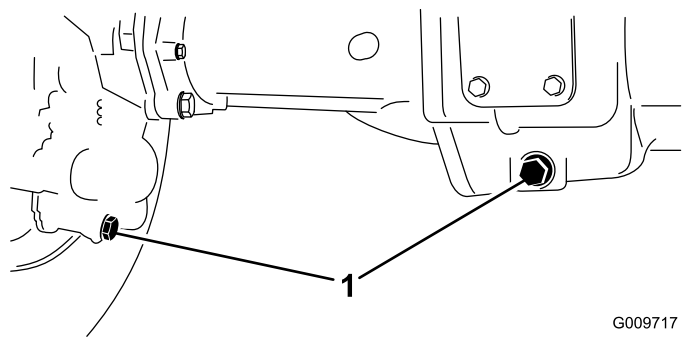

図 51
2. ドレンプラグそれぞれの端部に1本ずつ、中央に1本全部で3本の周囲をきれいにする 図 51。